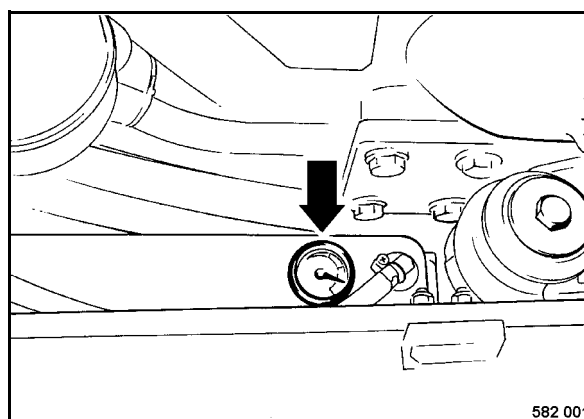

Fig. 122
- Comprobar el nivel de llenado por la indicación de nivel de combustible (Fig. 122).